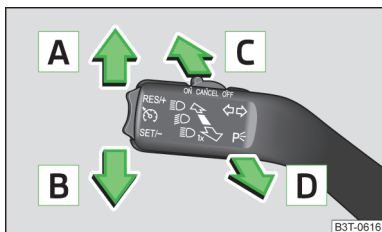

Fig. 32
- ▶ Trageți maneta de semnalizare și pentru faza lungă spre volan și împingeți-o în jos » fig. 32 la pagina 51.
- ▶ Trageți maneta de semnalizare și pentru faza lungă spre volan și împingeți-o în sus » fig. 32 la pagina 51.
Cu maneta de acționare se pot opera următoarele funcții » fig. 32.